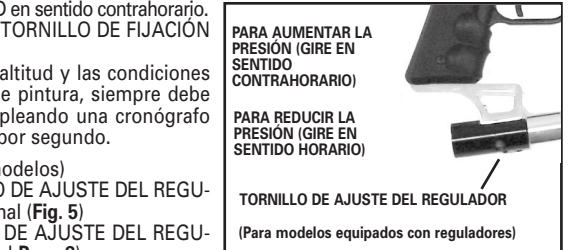

Fig. 5
- Para aumentar la presión a su pistola, gire el TORNILLO DE AJUSTE DEL REGULADOR en sentido contrariohorario con una llave hexagonal (Fig. 5)